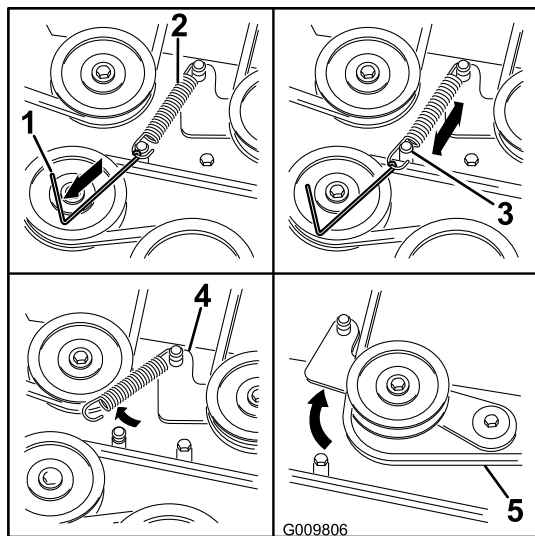

Figure 67
- À l'aide d'un outil de dépose de ressort (réf. Toro 92-5771), décrochez le ressort de tension de l'ergot sur le tablier pour éliminer la tension sur la poulie de tension (Figure 67).
1. Acheminez la courroie neuve autour des poulies du tablier de coupe et de la poulie d'embrayage, sous le moteur (Figure 67).
2. À l'aide d'un outil de dépose de ressort (réf. Toro 92-5771), accrochez le ressort de tension à l'ergot situé sur le tablier, ce qui a pour effet d'exercer une tension sur la poulie de tension et la courroie du tablier de coupe (Figure 67).